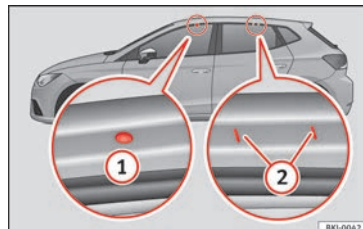

Fig. 165 Points de fixation des barres longitudinales pour la galerie porte-bagages du toit.
Les points de fixation avant et arrière ① et ② sont visibles uniquement lorsque les portes sont ouvertes » **fig. 165**.